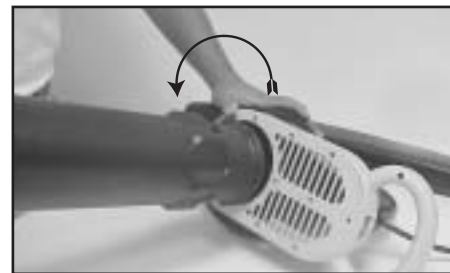
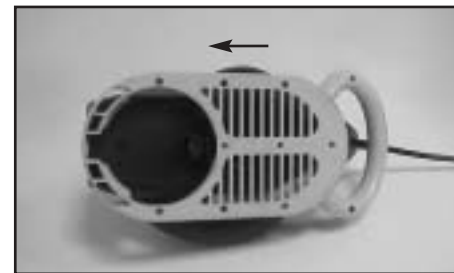

FIG. 4-2A
FIG. 4-2B
1. To convert this unit from a vacuum back into a blower, remove vacuum tubes and push sliding intake cover to the closed position. (Fig. 4-2A & Fig. 4-2B)
1. Pour convertir cette unité d'aspirateur en souffleur, retirer les tubes d'aspiration et remettre le couvercle du carter en position "fermé" (Fig. 4-2A & Fig. 4-2B)
1. Para convertir esta unidad de un aspirador a un soplador, remueva los tubos de aspirado y empuje deslizando la cubierta de entrada a la posición de cerrado. (Fig. 4-2A & Fig. 4-2B)